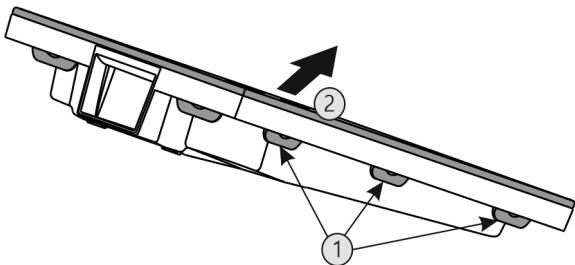

Fig. 40
- Последовательно нажать на все накладки Fig. 40 (1) и снять крышку Fig. 40 (2).